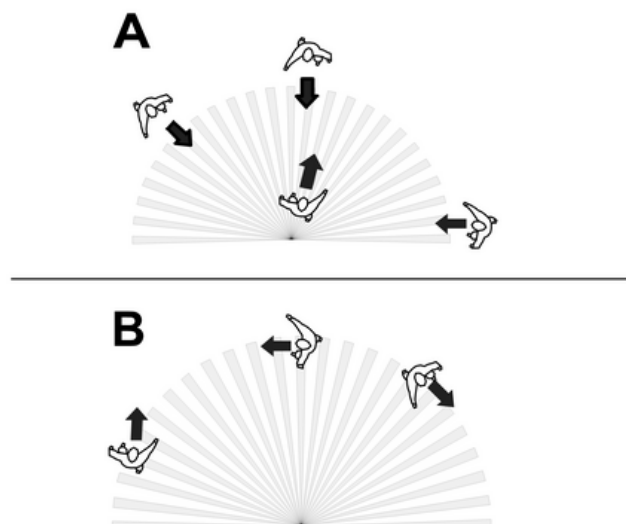

Bild 8: Erfassungsbereich abhängig von der Bewegungsrichtung
- i Bewegungsrichtung beachten: Unterschieden wird zwischen Draufzug A und Querzug B (Bild 8). Bewegungen quer zum Bewegungsmelder können besser erfasst werden als Bewegungen auf den Bewegungsmelder zu.